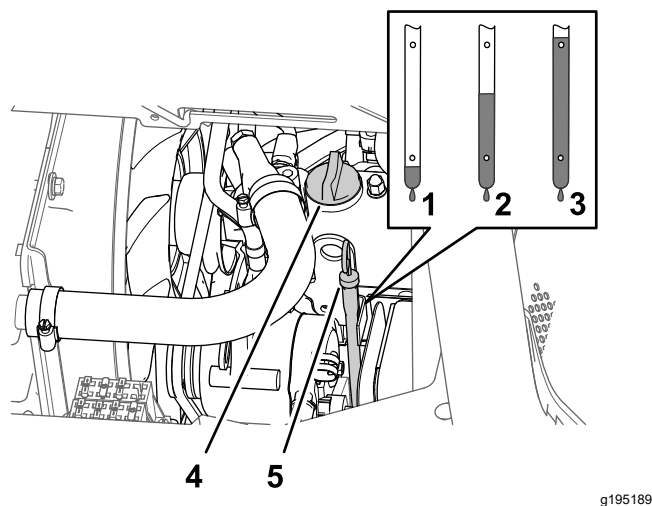

Рисунок 77
- Снимите крышку маслозаливной горловины с крышки клапанного механизма двигателя (Рисунок 77) и медленно залейте примерно 80% указанного количества масла в заливную горловину.
- Выньте масломерный щуп и проверьте уровень масла в двигателе (Рисунок 77).
- Медленно долейте дополнительное масло указанного типа, чтобы довести его уровень до метки «Полный» на масломерном щупе (Рисунок 77).
- Установите крышку маслозаливной горловины на маслозаливную горловину и масломерный щуп в трубку щупа (Рисунок 77).